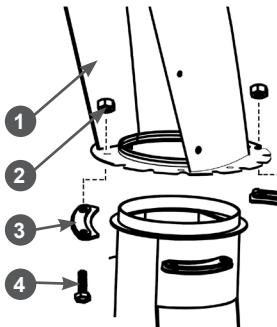

Рис. 12 Крепление жёлоба
- закрепите жёлоб на фланце с помощью трёх пластин, болтов и гаек (Рис. 12);